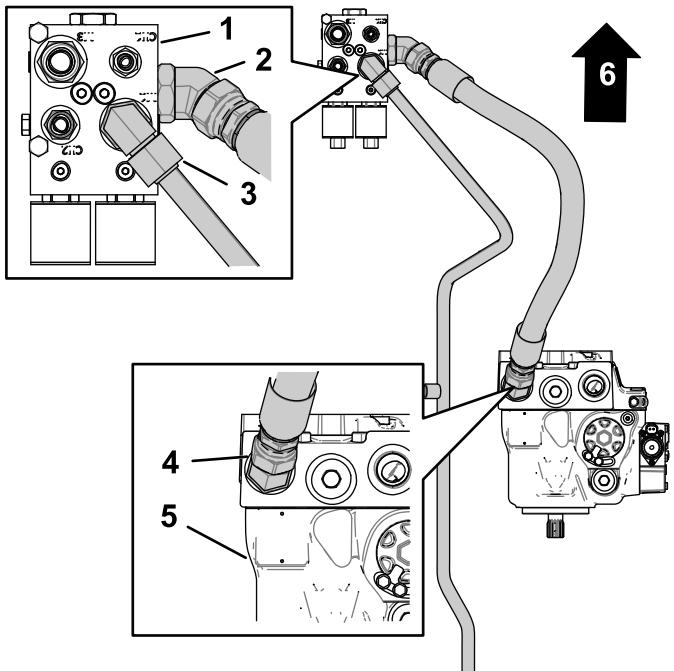

Figura 8
1. Alinhe a porca do tubo frontal para a mangueira de tração traseira com a união em cotovelo no coletor do divisor de fluxo (Figura 7 e Figura 8).
4. Enrosque uma extremidade reta da mangueira de pressão na união na bomba hidráulica (Figura 8).
6. Alinhe a outra extremidade em ângulo da mangueira de pressão na união na lateral do divisor de fluxo (Figura 8).